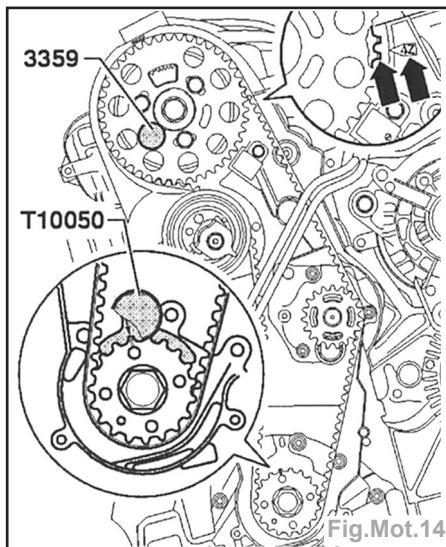

Fig.Mot.14
- Bloquer le moyeu avec un mandrin d'arrêt 3359 (Fig.Mot.14).
- Bloquer le pignon de courroie de vilebrequin avec l'outil T 10050 en commençant par la face frontale du pignon (Fig.Mot.14).